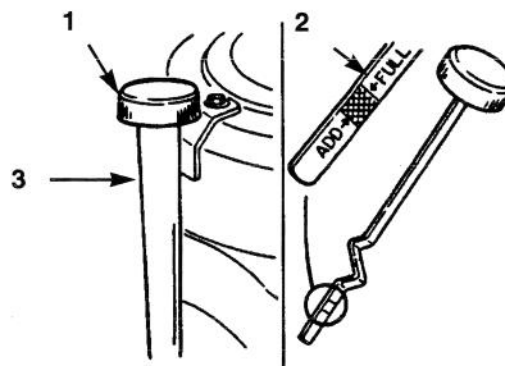

Figure 32
3. Nettoyer la surface autour de la jauge d'huile (Fig. 32) pour éliminer les saletés qui pourraient tomber dans le trou de remplissage et endommager le moteur.
4. Dévisser la jauge et essuyer la tige sur un chiffon propre (Fig. 32).
5. Revisser la jauge à fond dans le tube de remplissage (Fig. 32), puis la retirer à nouveau et vérifier le niveau sur la tige. Si le niveau est bas, verser doucement suffisamment d'huile dans le tube de remplissage pour atteindre la marque FULL (PLEIN).